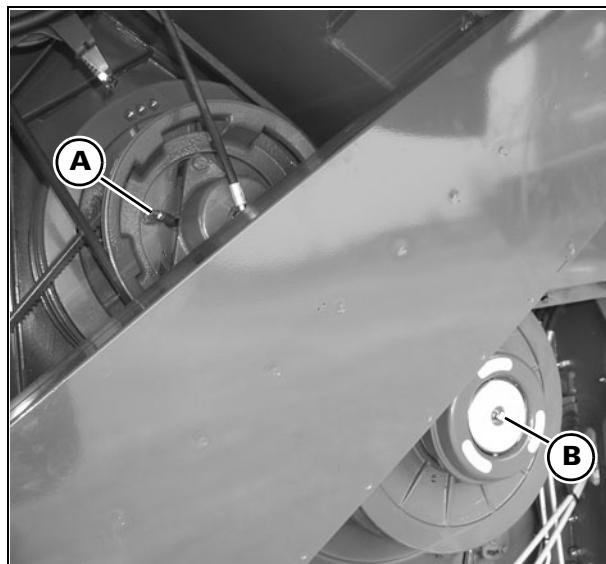

Рис. 5
1.) ВАРИАТОР БАРАБАНА - Рис. 5